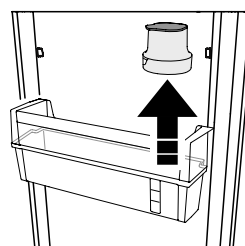

Fig. 4
- Enlevez le filtre du porte-bouteilles suspendu (Fig. 4);